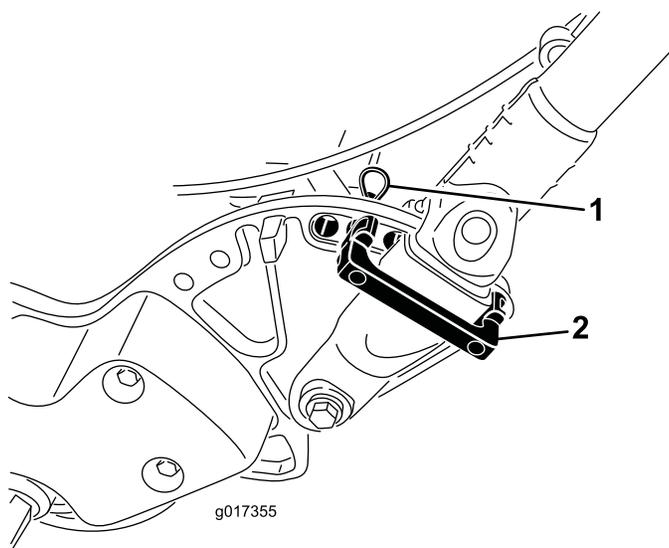

Рисунок 25
1. Извлеките игольчатые шплинты из фиксаторов рукоятки на каждой стороне машины (Рисунок 25).
2. Удерживая рукоятку, извлеките с каждой стороны шплинты и поверните рукоятку в требуемое рабочее положение (Рисунок 25).